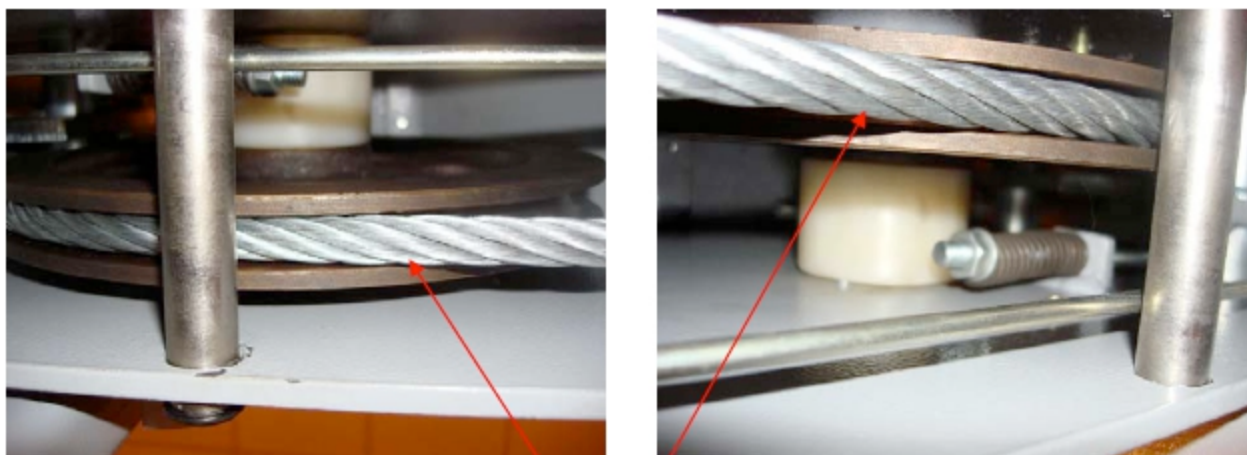

Рис.3.7.3
- 3.7.3 Установите ШКИВЫ на ВАЛАХ под платформой со стороны силового блока и натяните тросы. (см.взрывную схему и рис..3.7.3)